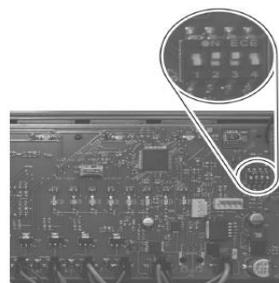

Рис. 12
5. Для кодирования увлажнителя осторожно переместите контакты на задней стороне печатной платы в те же позиции, что и контакты беспроводного датчика, используя соответствующий неметаллический предмет (рис. 12).